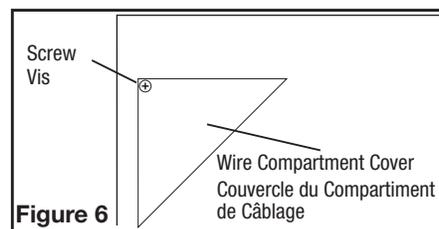

Figure 6
- External Wire Compartment (Not included with all models): Remove the wire compartment cover screw and place cover in a secure place (Figure 6).
- Compartiment de Câblage Extérieur (Non inclus avec tous les modèles) : enlever la vis du couvercle du compartiment à câblage et mettre ce couvercle dans un endroit fiable (Figure 6).